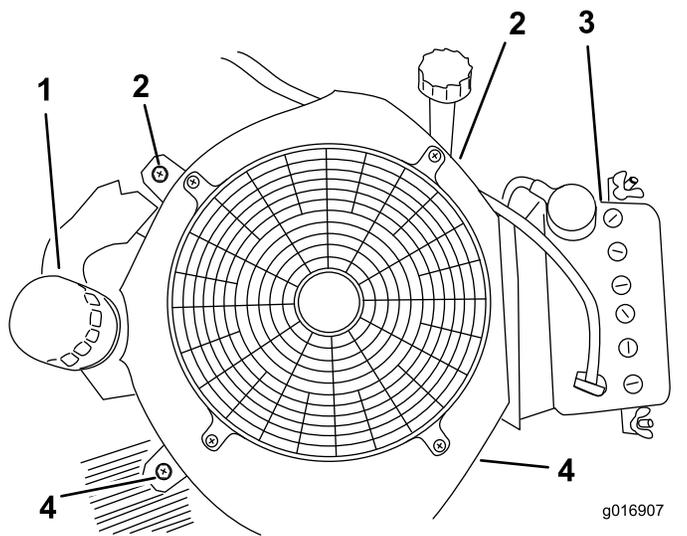

Figure 75
6. Retirez les 2 vis à gauche et à droite du carter du ventilateur de refroidissement (Figure 75).